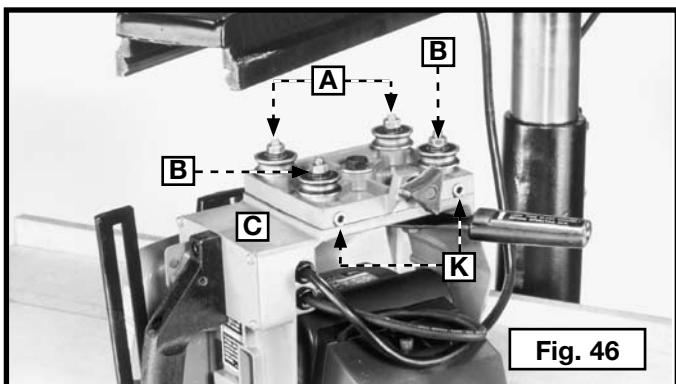

Fig. 46
La tête de coupe (C) Figure 46 est suspendue par quatre roulements à billes préchargés, lubrifiés et blindés, dont deux sont situés sur les axes fixes en (A) et deux sur des axes réglables en (B).
**ATTENTION :** La tête de coupe (C) Figure 46 a été enlevée du bras pour les besoins de l'illustration. NE PAS enlever la tête de coupe du bras.
2. Faire glisser la tête de coupe (C) Figure 46 jusqu'à ce qu'un des roulements à billes (B) Figure 46 soit visible par le trou (G) Figure 43.